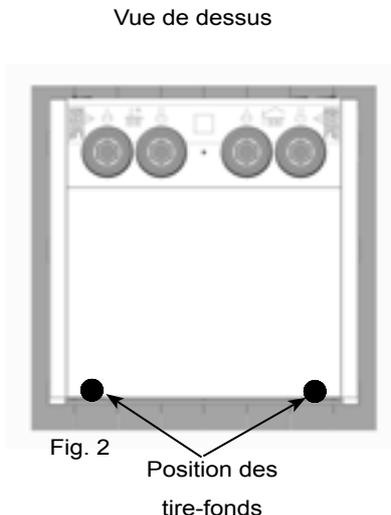

Fig. 2
- 3- Retirer les 2 tirefonds (Fig.2) et la vis de blocage (Fig.3) en utilisant les outils adéquats.